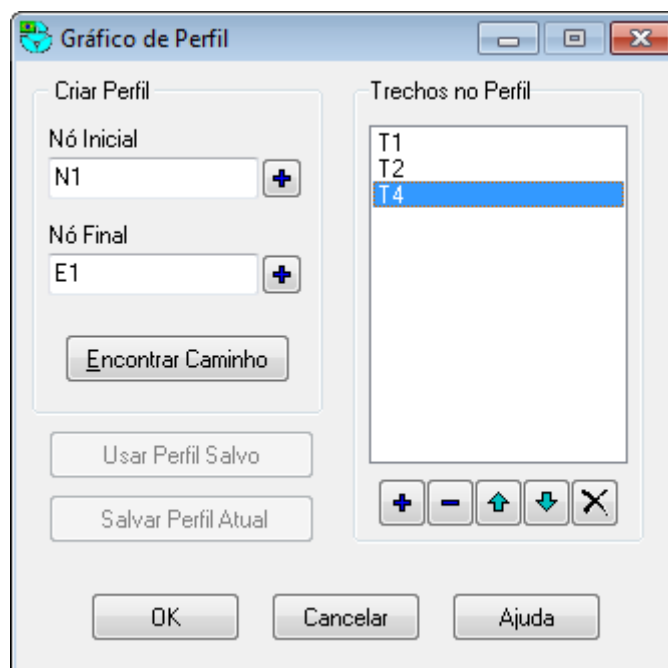

Figura 9.5 - Caixa de diálogo do Gráfico do Perfil Longitudinal
2. Aparecerá a caixa de diálogo do Gráfico de Perfil (ver figura 9.5). Usar essa caixa de diálogo para identificar o caminhamento ao longo do qual o perfil será traçado.